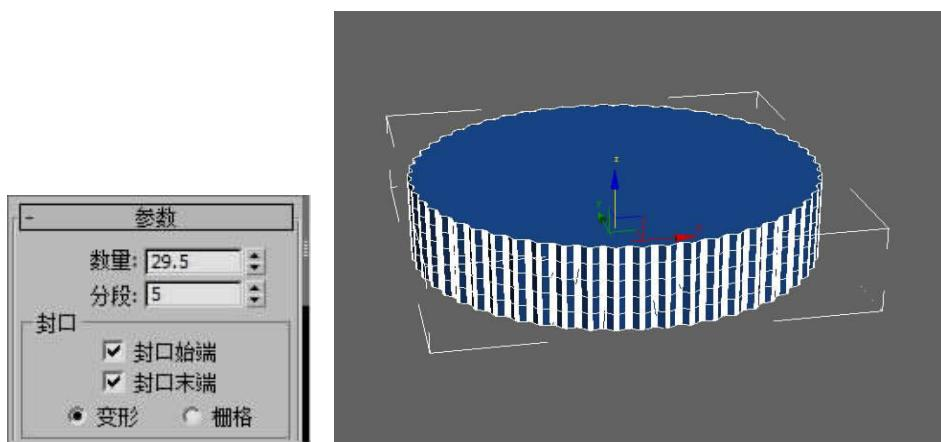

图 2-58 添加挤出
Step 2. 进入 修改面板, 在修改列表中选择挤出修改器, 将分段数改为 5, 取名为“蛋糕”, 如图 2-58 示。